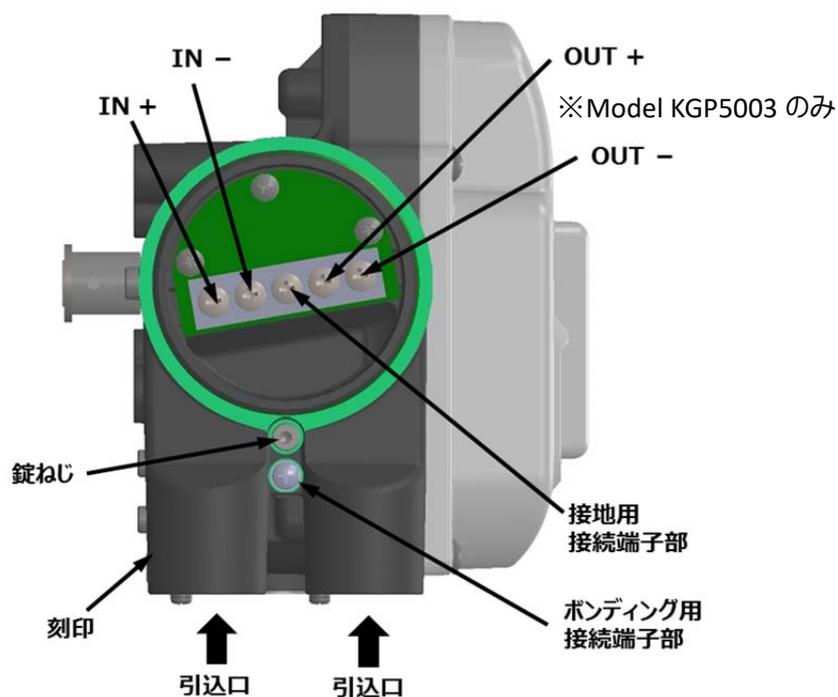

図 2.6a 引込口と接続端子部
5. 図 2.6a に示すように、接地用又はボンディング用導線の 2 つの接続端子部を使用することができます。接地用接続端子とボンディング用接続端子は電気的に等価です。設置環境や適用する法令に従って配線を行ってください。